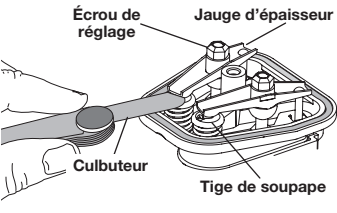

Fig. 30
- Glissez la jauge d'épaisseur entre le culbuteur et le ressort de retour de la soupape. Mesurez le jeu entre la tige de soupape et le culbuteur (Fig. 30). Mesurez à la fois les soupapes d'admission et d'échappement.
- Le jeu recommandé pour l'admission et l'échappement est de 0,076 à 0,152 mm (0,003 à 0,006 po). Utilisez une jauge d'épaisseur standard pour automobile de 0,127 mm (0,005 po). La jauge d'épaisseur doit pouvoir glisser entre le culbuteur et la tige de soupape avec une faible résistance, sans coincer. Voir Fig. 30.
- Tournez l'écrou de réglage à l'aide d'un tourne-écrou ou d'une clé de 8 mm (5/16 po) (Fig. 30).